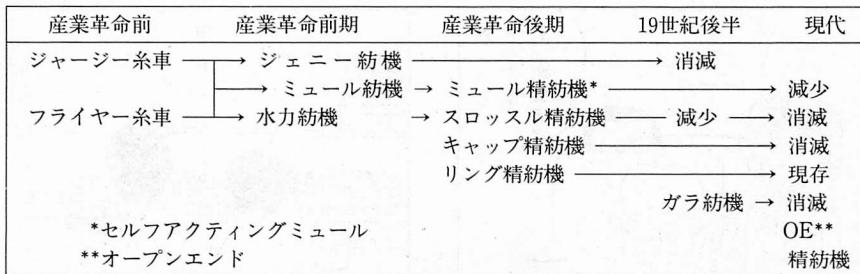

図1 精紡機の変遷
精紡 (spinning) は紡績の最終工程で、綿・麻・毛などの繊維集束体を梳綿、練糸、粗紡などの前紡工程を通して粗糸に作り、さらに所定の太さに細く引き伸ばし、よりを加えて強い糸にする工程である。精紡機 (spinning frame) には、図1に示すような種類のものがあり、糸を紡ぐ道具の糸車が発展して、産業革命初期に発明されたジェニー紡機、水力紡機、ミュール紡機と、さらに産業革命後期に水力紡機が大型化したスロッスル精紡機、ミュール紡機を半自動化したセルフアクティングミュール精紡機¹⁾、新しく開発されたキャップ精紡機とリング精紡機がある。これらの精紡機はドラフトの方法、よりのかけ方、糸の巻きとり方などに特徴があるが、大別すれば、①連続的に紡出と巻きとりを行なう連続方式 (改良型水力紡機、スロッスル精紡機、キャップ精紡機、リング精紡機)、②紡出と巻きとりを別々に行なう間欠方式 (ジェニー紡機、ミュール紡機、セルフアクティングミュール精紡機) の二通りがある。